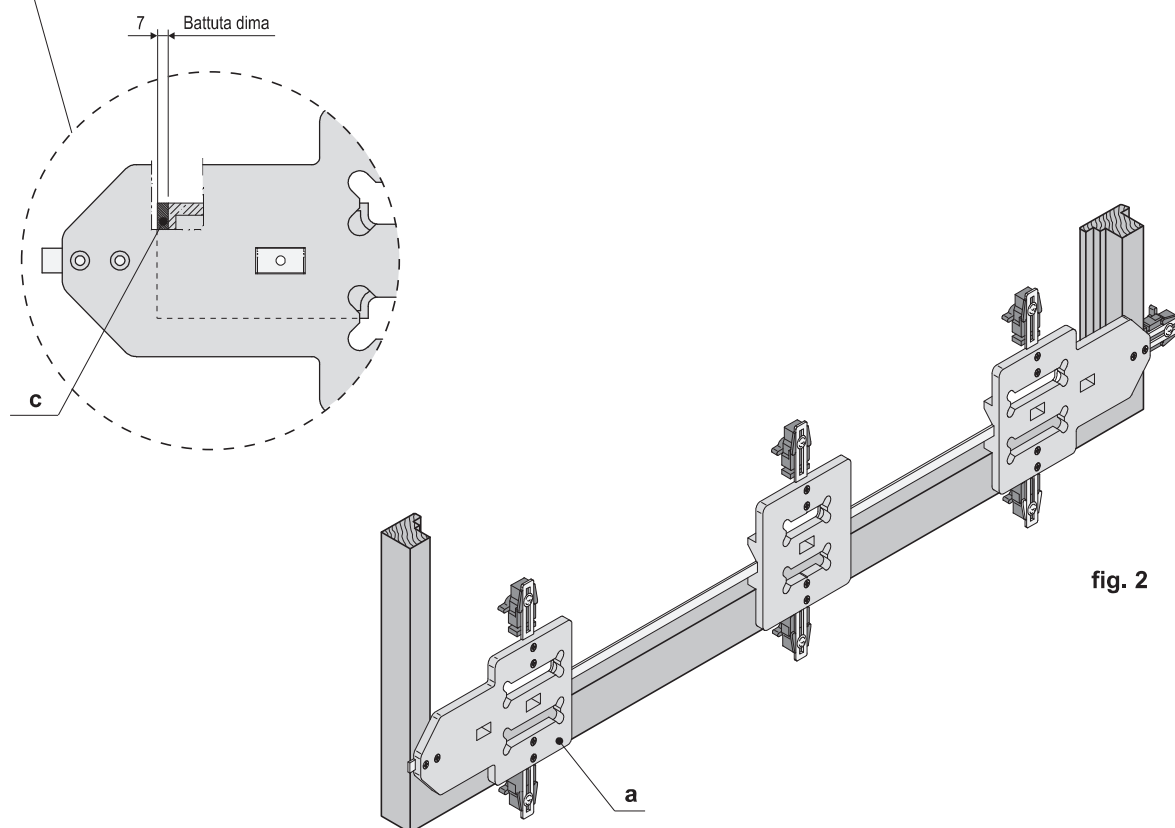

fig. 2
- 5) Fissare, con gli appositi morsetti, la dima art. M02030.01.03 (e) per la fresatura dell'incontro ribalta sul montante opposto al lato maniglione (fig. 2).